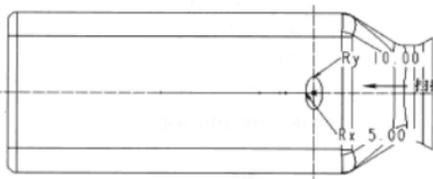
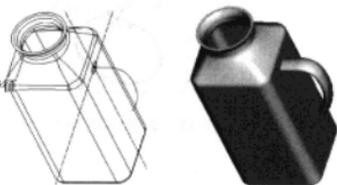

图 1-21 扫描的截面
图 1-22 扫描创建的把手
(2) 单击  按钮，创建扫描特征。按照提示选择上一步创建的轨迹线。
(3) 单击创建或编辑剖面按钮 ，创建扫描的截面，见图 1-21。单击  完成可变剖面扫描命令，完成的扫描特征见图 1-22。